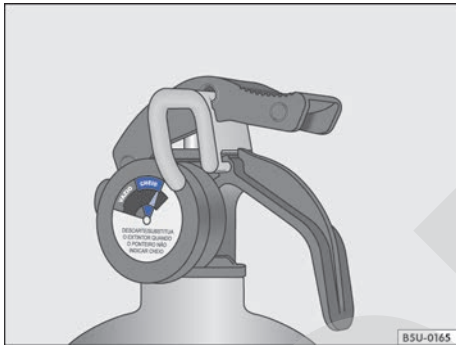

Fig. 27 En el extintor de incendio: indicador de carga (manómetro).
- Carga - el puntero debe estar en la franja verde del manómetro (cargada) → fig. 27.